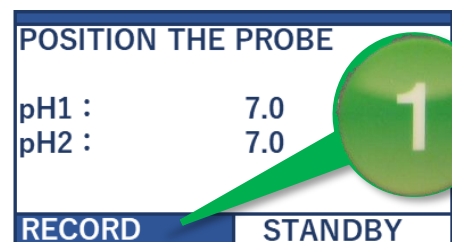

図 40 記録の開始
- ⑥ “RECORD”を選択し、本体の①キー（Enter キー）を押して記録を開始します（図 40）。